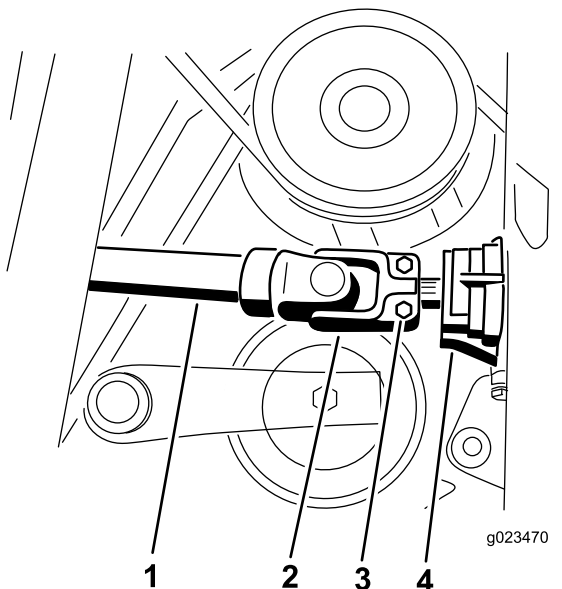

Figure 10
8. Glissez l'arbre d'entraînement sur l'arbre du boîtier d'engrenages (Figure 10).